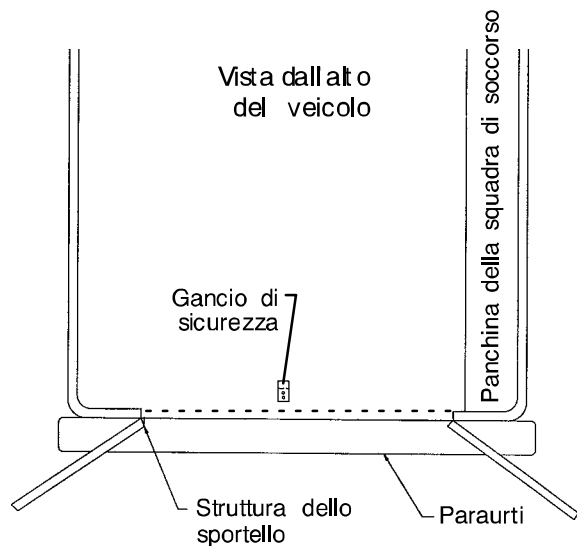

Figura 4 – Collocazione del gancio di sicurezza
3. Centrare il gancio di sicurezza (Figura 4) sulla barra di sicurezza della barella. Assicurarsi che il gancio si trovi di fronte al lato anteriore del veicolo.